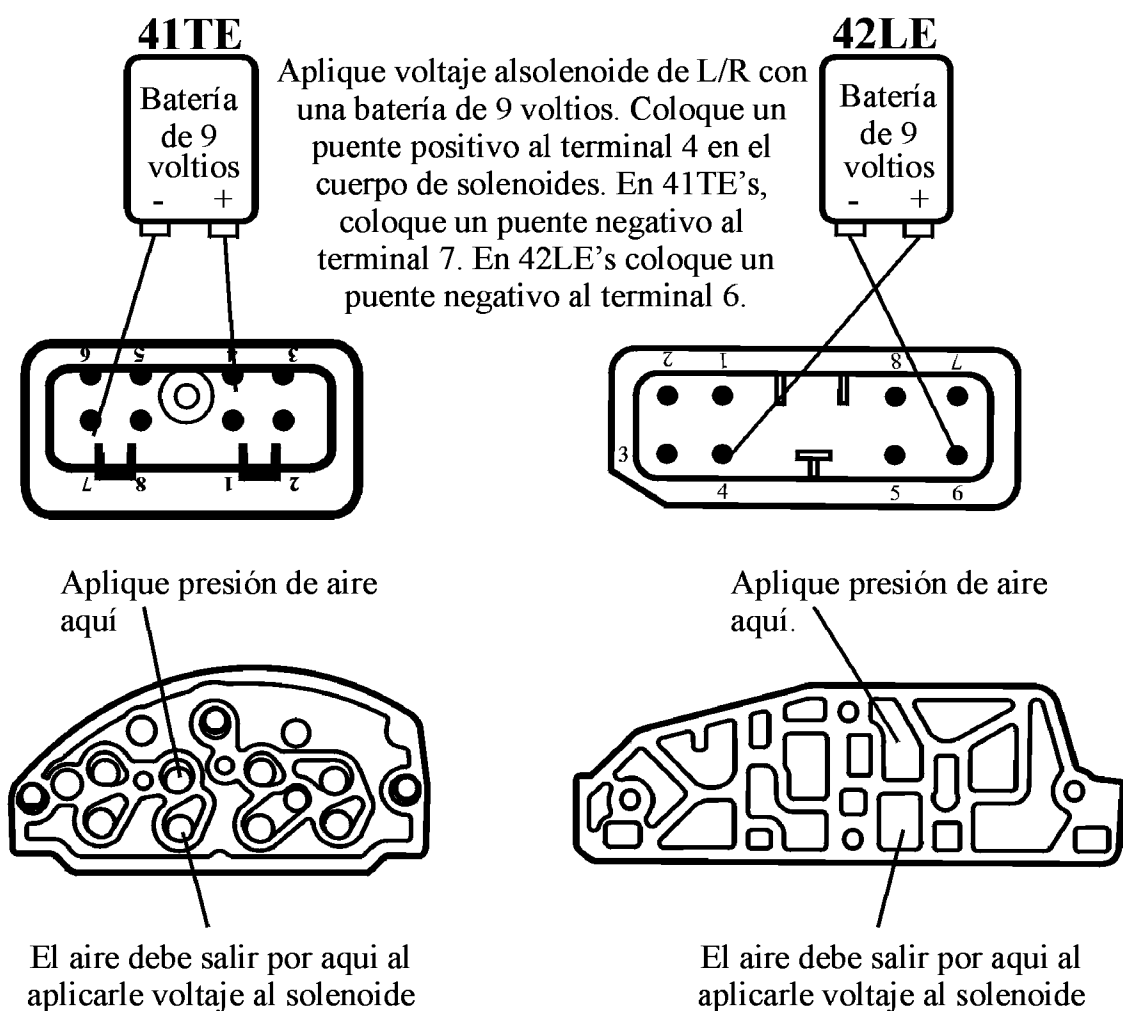

Figura 49
- Un solenoide de L/R defectuoso mecánicamente puede impedir que el embrague de L/R aplique. Ésta falla mecánica pudiera **no** producir un código relacionado con el solenoide. Sin embargo, pudiera producir uno relacionado con el interruptor de presión de L/R. Si hay un código relacionado con el interruptor de L/R presente, refierase a las paginas 38 a 43 para su diagnostico. Si **no** hay un código relacionado con el interruptor de presión de L/R presente, efectúe una prueba de banco al solenoide de L/R utilizando una batería de 9 voltios y aire comprimido como se ve en la figura 49. Si es necesario, reemplace el cuerpo de solenoides. Si el solenoide de L/R está bien, vaya al proximo paso.